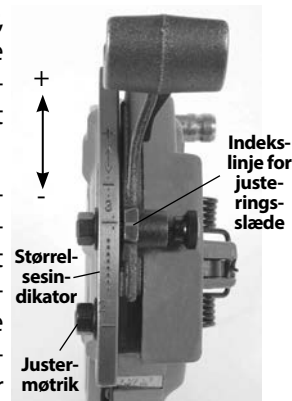

Figur 16 – Indsættelse af bakker
3. Tag bakkerne ud af skærehovedet. Indsæt de korrekte bakker i skærehovedet med den nummererede kant opad. Numrene på bakkerne skal svare til numrene på gevindskærehovedåbningerne (se Figur 16). Bakkeåbningerne har en kuglslås, der går i indgreb med rillen på bakkerne, når de er korrekt installeret. Udskift altid bakkerne i sæt – undgå at blande bakker fra forskellige sæt.